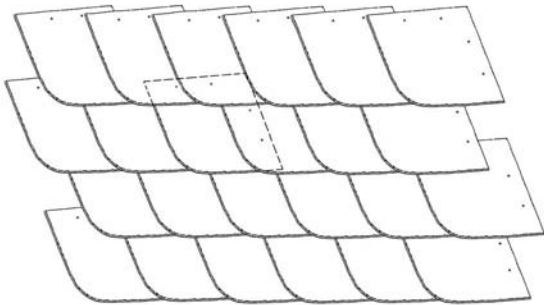

Abbildung 2
1.5 Die **WARIO®** Schablone ermöglicht bedingt durch ihren symmetrischen Aufbau, die Linksdeckung, die Rechtsdeckung oder die **WARIO®** Deckung (Abb. 2, 3, 4, 5a und 5b).
2.1 Die Decksteine sind mit hängender Ferse zu verlegen (Abb. 2 + 3). Ein Fersenversatz ist nicht erforderlich.